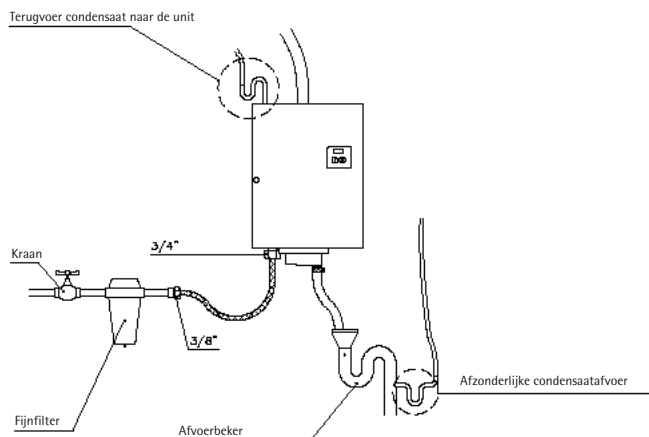

Fig. 6
2.5 Aanleggen van de condensatslang (zie fig. 6)